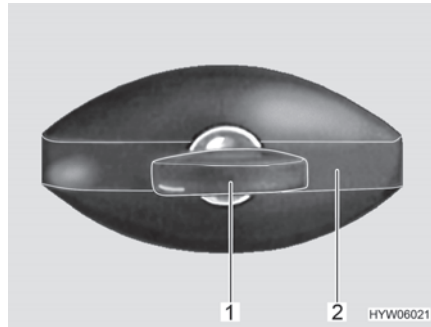

Bild 35 Lucklås (ellipsformat, låst)
- Stick in nyckeln i låscylindern (Bild 35,1) och vrid ett kvarts varv moturs. Låshandtaget (Bild 35,2) frigörs.